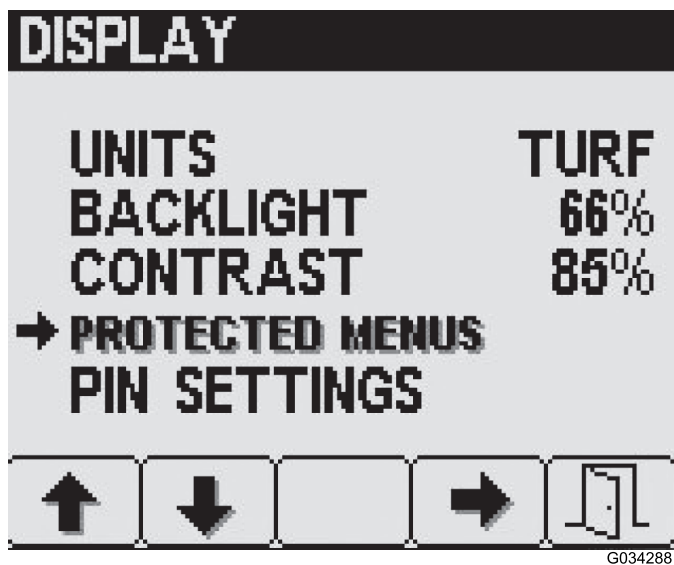

Figure 12
1. Appuyez sur le bouton 2 de l'écran Réglages de l'affichage jusqu'à ce que l'option Menus protégés soit atteinte, et appuyez sur le bouton 4 pour la sélectionner (Figure 12).
- Appuyez sur le bouton 2 jusqu'à ce que l'option de menu protégé souhaitée soit atteinte (Figure 12).